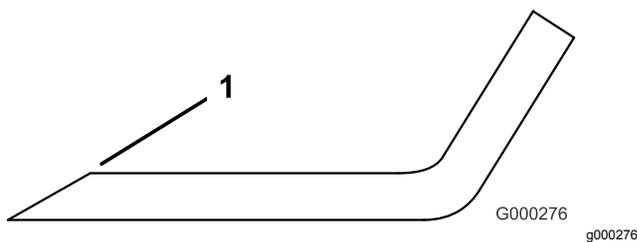

Figura 80
4. Inspeccione los filos de corte de todas las cuchillas. Afíle las cuchillas si los filos están romos o tienen mellas. Afíle únicamente la parte superior del filo y mantenga el ángulo de corte original (Figura 80). La cuchilla permanece equilibrada si se retira la misma cantidad de material de ambos filos de corte.